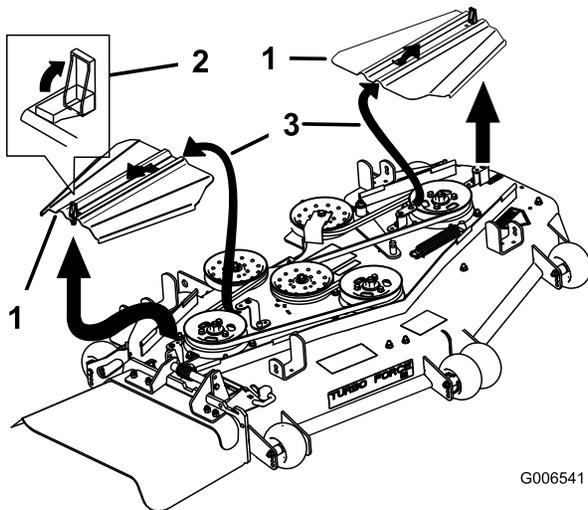

Figura 54
3. Retire las cubiertas de la correa (Figura 54).